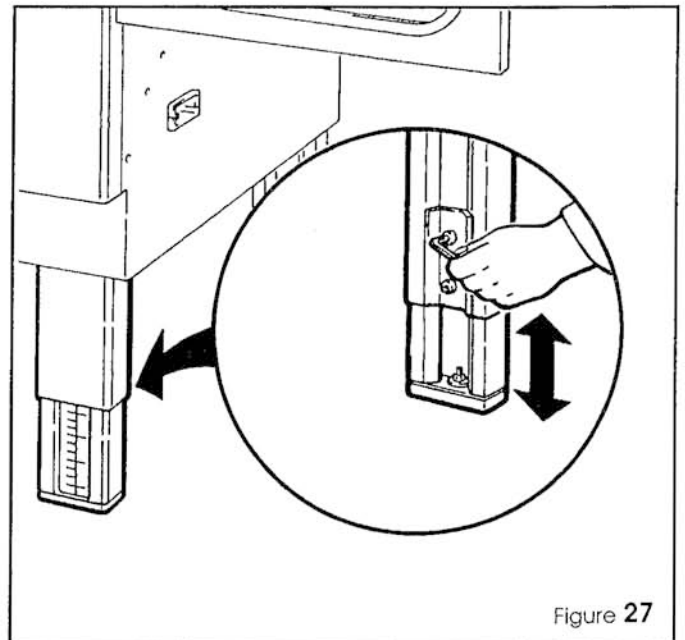

Figure 27
- 2 - Desserrer les vis, comme indiqué sur la Figure 27, et régler les pieds à la hauteur désirée, en se référant à l'échelle graduée.
- 2- Beide in Figure 27 illustrierten Schrauben M8x1,25 an einem Bein lösen, aber nicht herausrauben. Bein für die gewünschte Fördertischhöhe einstellen (Höhenskala!).